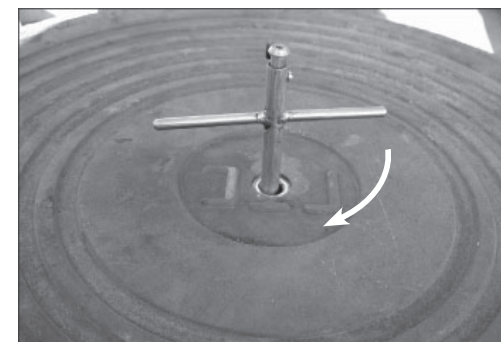

Рисунок 4.3 – Установленный ключ в УЗЛ-Л (УЗЛ-Т)
- отпустить толкатель ключа (пластина ключа будет расположена поперек корпуса) и, вращая его с некоторым осевым усилием, направленным вверх, добиться совмещения пластины ключа со шлицами гайки нижней крышки (рис. 4.3);